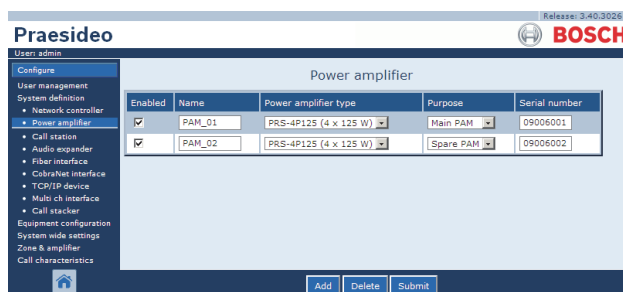

figura 43.9: Eliminar um amplificador de potência, passo 2
- 2 Clique em qualquer ponto da linha do amplificador de potência que pretende eliminar da definição do sistema. Toda a linha é realçada (consulte a figura 43.9).